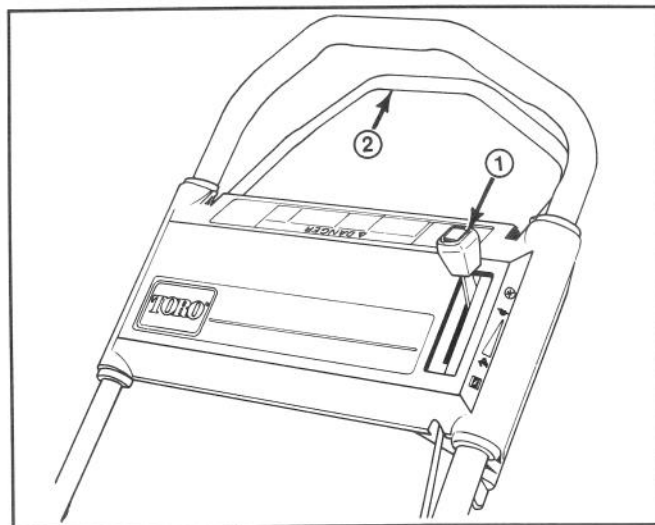
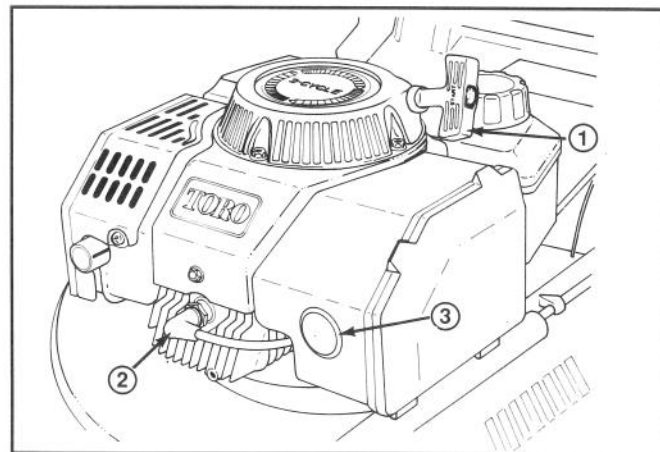
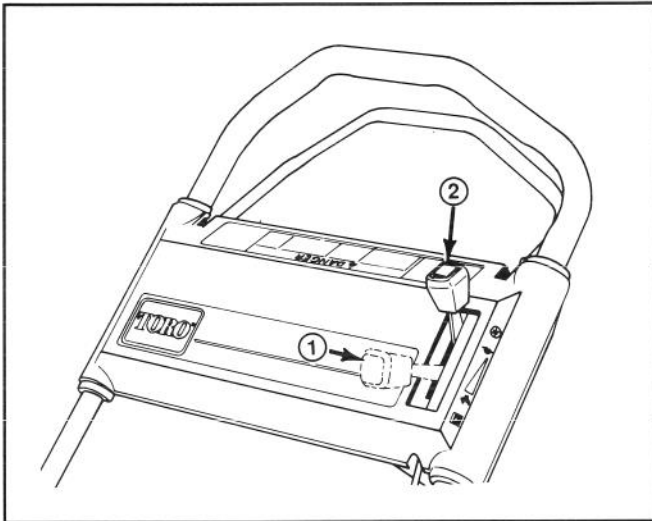

Abbildung 7
Abbildung 8
Abbildung 9
STEUERVORRICHTUNG—Gashebel und Antriebshebel (selbstgetriebenes Modell) befinden sich am oberen Griff (Abb. 7). Der Zündkapsel befindet sich vorne am Motor und der Seilstarter am Motoroberteil (Abb. 8).
1. STARTEN—Das Zündkerzenkabel auf die Zündkerze stecken (Abb. 8). Den Gashebel auf CHOKE stellen (Abb. 9).
3. Den Seilstarter ziehen (Abb. 8) bis das Spiel überwunden ist; dann fest anziehen, um den Motor zu starten. Startet der Motor, den Gashebel auf SCHNELL oder die gewünschte Geschwindigkeit einstellen.
Hinweis: Startet der Motor nicht, den Gashebel in die AUS-Stellung schieben (Abb. 9) und 3 Sekunden warten. Dann die Schritte 1 bis 3 solange wiederholen, bis der Motor startet.
4. STOPPEN (Abb. 9)—Zum Stoppen des Motors den Gashebel in die AUS-Stellung zurückschieben. Das Kabel von der Zündkerze abziehen, wenn der Mäher unbeaufsichtigt ist oder nicht verwendet wird.
1. Den Motor abstellen und das Kabel von der Zündkerze abziehen. (Abb. 8).
1. Kopfschrauben (4) 2. Starterseil-Abdeckung 3. Benzintank
4. Den Gashebel, in die AUS-Stellung (Motor-Aus) schieben (Abb. 9).
8. Den Gashebel auf "schnell"  stellen (Abb. 9).